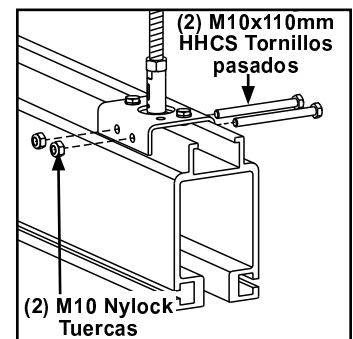

Figura 3-47
- Paso 3. Instale dos (2) M10 x 110 mm HHCS con tuercas nylock M10. **Apriete hasta que tornillos asienten + 1/4 de vuelta.** No apriete de más, puede doblar el soporte. Vea Figura 3-47.